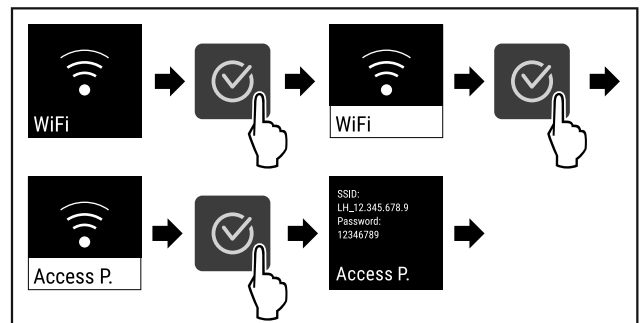

Fig. 84
- ▶ Провести етапи операцій (див. Fig. 84) .